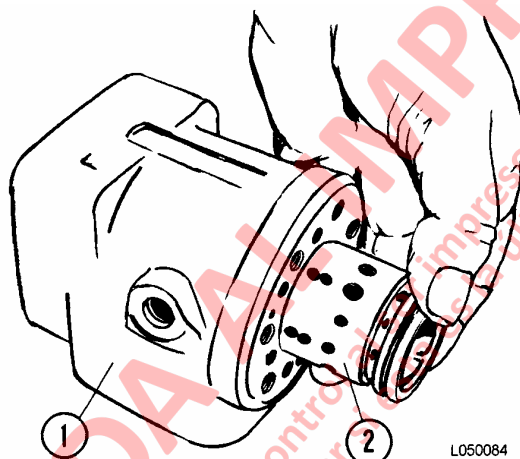

FIGURA 5-11. MONTAJE DEL CARRETE
9. Posicione la unidad de control de la dirección con la caja en posición horizontal. Guíe lentamente el carrete (lubricado) y la camisa con las partes ajustadas, hacia la cavidad aplicando leves movimientos de giro. Consulte la Figura 5-11.